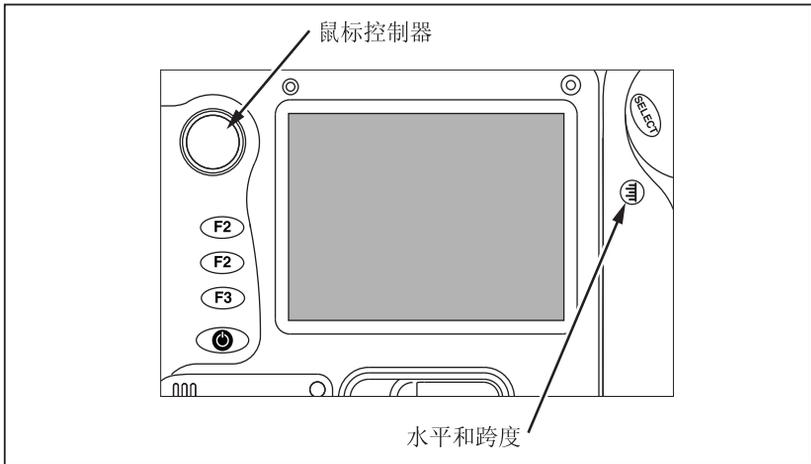

图 7. 设置 IR-Fusion® (红外线融合) 混和水平
2. 继续按住 ，同时使用图 7 中所示的鼠标控制器，将对话框中的 IR-Fusion® (红外线融合) 混和水平条滑动到所需的设置值。